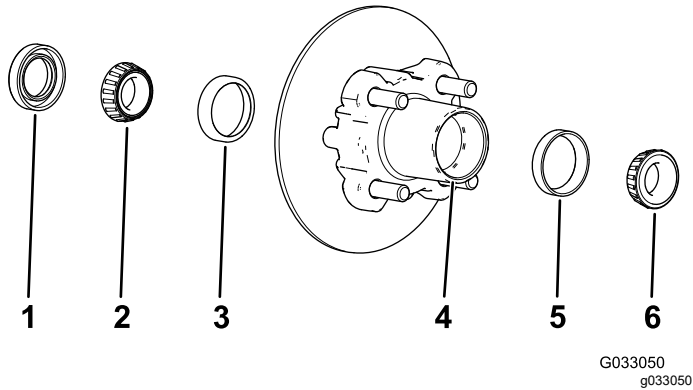

図 34
1. ハブから外側のベアリングとベアリングレースを取る 図 34。
2. ハブから、シール、内側のベアリングを外す 図 34。
5. ハブについているグリス、ごみなどをきれいに取り除く 図 34。
7. キャビティの50-80 %程度にグリスを詰める 図 34。
8. ハブの内側に内側ベアリングを取り付け、シールをはめる 図 34。